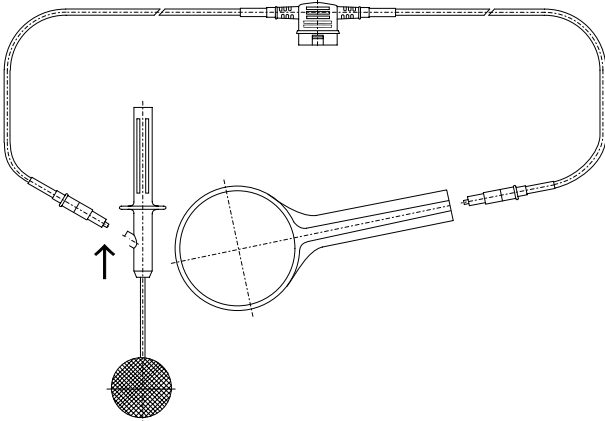

Bild 7-2. Gegenelektrode für interne Defibrillation
Trennen Sie zum Sterilisieren der internen Defibrillationselektroden die Leitung von den Elektroden (Pfeil, Bild 7-2).
- * Vor dem Reinigen und Sterilisieren lösen Sie die Elektrode von der Anschlußleitung (Bild 7-2).